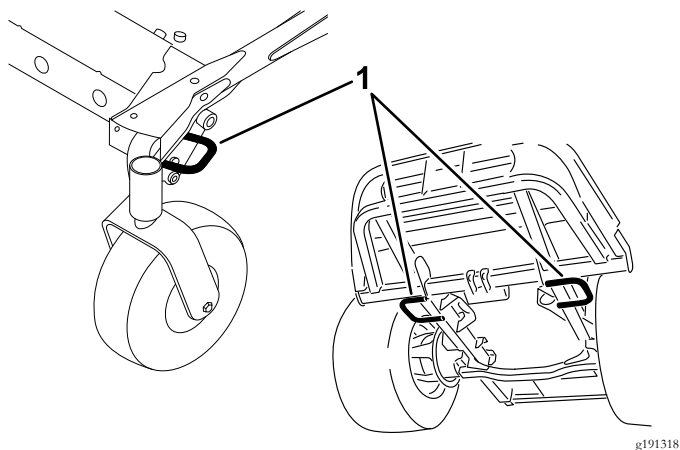

Рисунок 29
5. Используйте крепежные проушины на машине для надежного крепления машины к прицепу или грузовику с помощью стропов, цепей, троса или канатов (Рисунок 29).